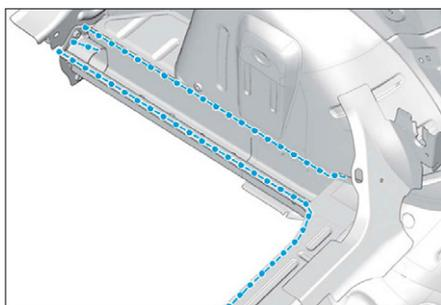
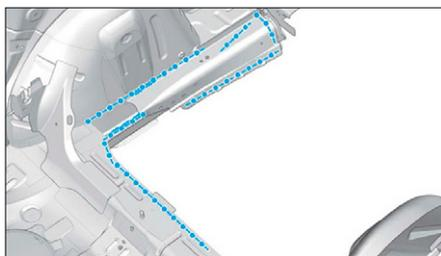

FIG. 205
FIG. 206
- Préparer les bords d'accostage et les protéger par un apprêt soudable (Fig.205) et (Fig.206).